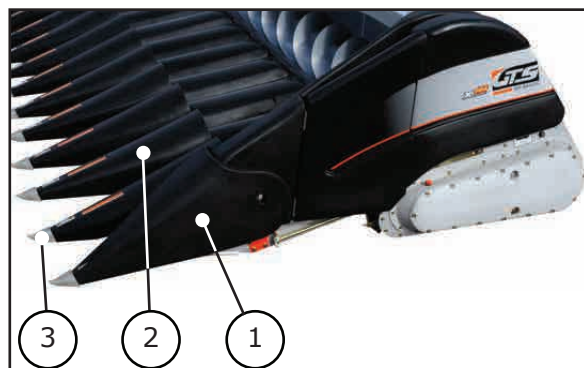
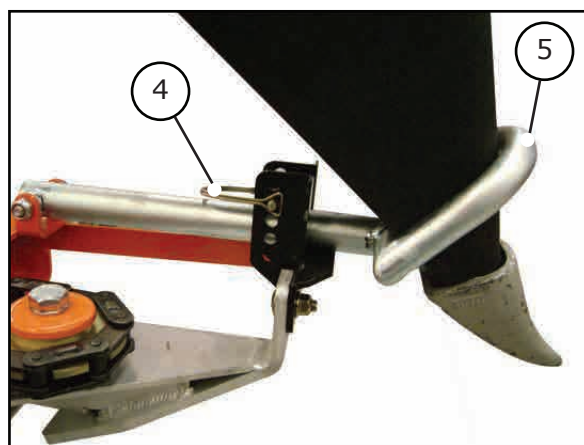

Figura 19
Figura 20
Os Bicos Laterais (1) e Bicos Centrais (2) possuem a função de conduzir com suavidade os pés de milho até os rolos recolhedores. A altura dos bicos (1 e 2) devem ser ajustadas conforme as condições da lavoura. Em condições normais, o ajuste pode ser feito de modo que as ponteiros (3) fiquem próximas do solo. No caso de milho caído, o ajuste pode ser feito de maneira que as ponteiros (3) encostem levemente na superfície do solo, figura 19.
No caso de terrenos acidentados e/ou que possuem uma quantidade elevada de inços, tocos ou pedras, evite a aproximação das ponteiros (3) do solo, figura 19.
- Levante os bicos (1 e 2) conforme a figura 19;
- Solte o grampo buçal (4) conforme figura 20;
- Desloque o grampo buçal (4) para cima ou para baixo, alterando a posição do batente (5) conforme necessário, figura 20;
- Recoloque o grampo buçal (4) e abaixe os bicos (1 e 2).
Todos os batentes (5) figura 20, devem ser ajustados na mesma posição (altura), de modo que as ponteiros (3) figura 19, fiquem alinhadas.